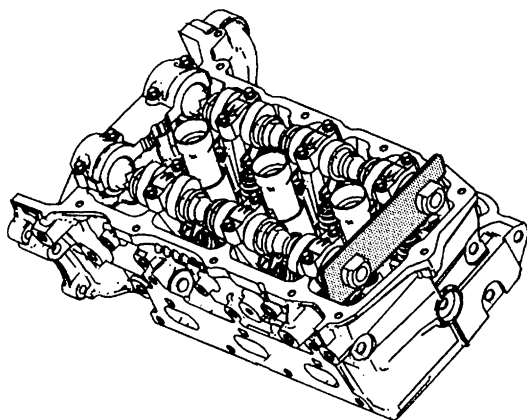

图 20-25 安装专用工具
- 1) 把专用工具安装到左凸轮轴后部, 如图 20-25 所示。